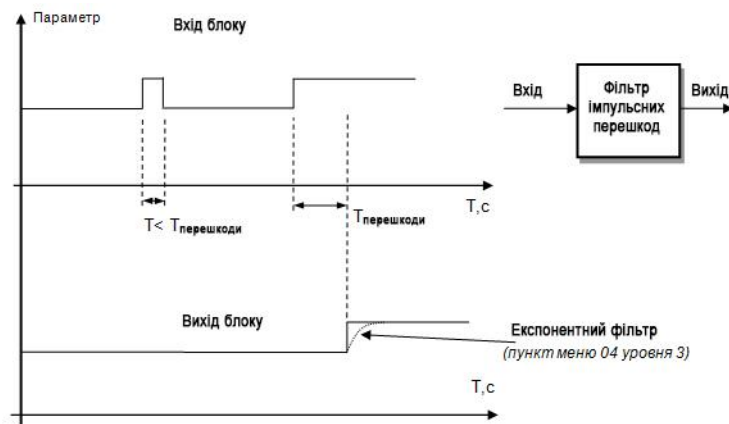

Рисунок 3.6 – Принцип роботи фільтра імпульсних перешкод та експоненційного фільтра
1. **Фільтр імпульсних перешкод.** Використовується для придушення імпульсних перешкод. Визначається параметром 3.05 "Максимальна тривалість імпульсної перешкоди". Якщо якомусь циклі вимірювання технологічного параметра виявлено його зміна, то передбачається можливість дії перешкоди і вихідний сигнал сформується (з урахуванням усереднення вимірювальних значень) після закінчення встановленого часу тривалості перешкоди. Тобто, якщо тривалість зміни сигналу більша за заданий Тперешкоди, то ця зміна розцінюється як природна і приймається в подальшу обробку із затримкою часу Тперешкоди (рисунок 3.6). Робота даного фільтра вносить додаткове транспортне запізнення в систему регулювання, яке дорівнює величині параметра "Максимальна тривалість імпульсної перешкоди". Тому завжди потрібно прагнути мінімізувати цей параметр.
4. **Експонентний фільтр** (рисунок 3.6). Фільтр використовується для придушення перешкод, а також для придушення «брязкоту» індикації (часті зміни показання індикатора через коливання вхідного сигналу). Визначається параметром 3.04 "Постійна часу цифрового фільтра".